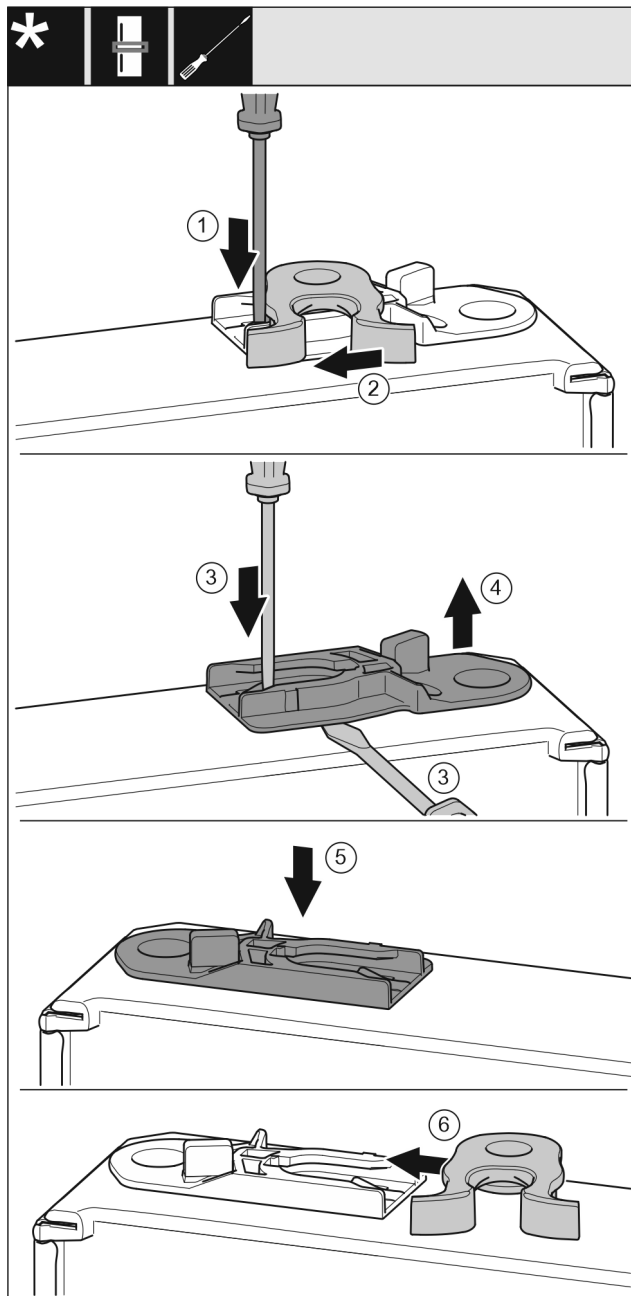

Fig. 18
- ▶ Lasche mit Schlitzschraubendreher nach unten drücken. Fig. 18 (1)
- ▶ Schließhaken aus Führung ziehen. Fig. 18 (2)
- ▶ Führungsbuchse herausziehen: Lasche mit Schlitzschraubendreher drücken und gleichzeitig mit Schlitzschraubendreher unter Führungsbuchse fahren. Fig. 18 (3, 4)
- ▶ Im Lieferumfang beiliegende Führungsbuchse auf anderer Gehäusesseite einschieben. Fig. 18 (5)
- ▶ Schließhaken in Führung schieben. Fig. 18 (6)